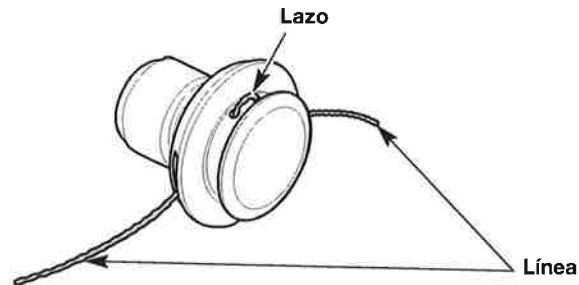

Fig. 25
- Tire de los extremos del hilo hasta que quede tenso contra el cabezal de corte. Asegúrese de que los extremos del hilo sean de igual longitud (Fig. 25). Si un extremo es más largo que el otro, empuje el extremo más largo nuevamente a través del cabezal de corte parcialmente y tire del extremo más corto hacia afuera. De ser necesario, repita el proceso hasta que ambos extremos sean de igual longitud.
- Presione el lazo expuesto del hilo de recorte hasta que esté ajustado contra el cabezal de corte (Fig. 25).